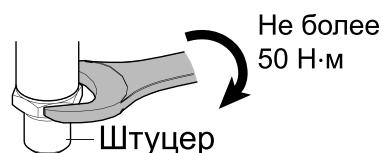

Рисунок 6.7 – Крепление штуцера
2. Закрепить преобразователь в точке установки гаечным ключом за шестигранник штуцера (см. рисунок 6.7). Усилие затягивания не должно превышать $50 \text{ Н} \cdot \text{м}$.